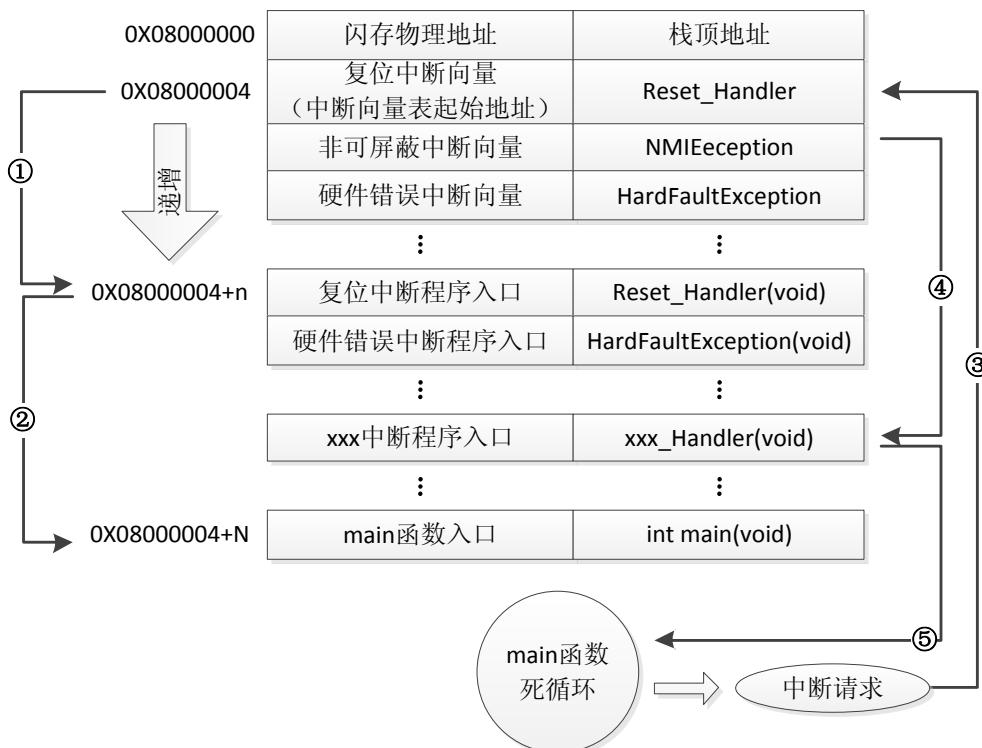
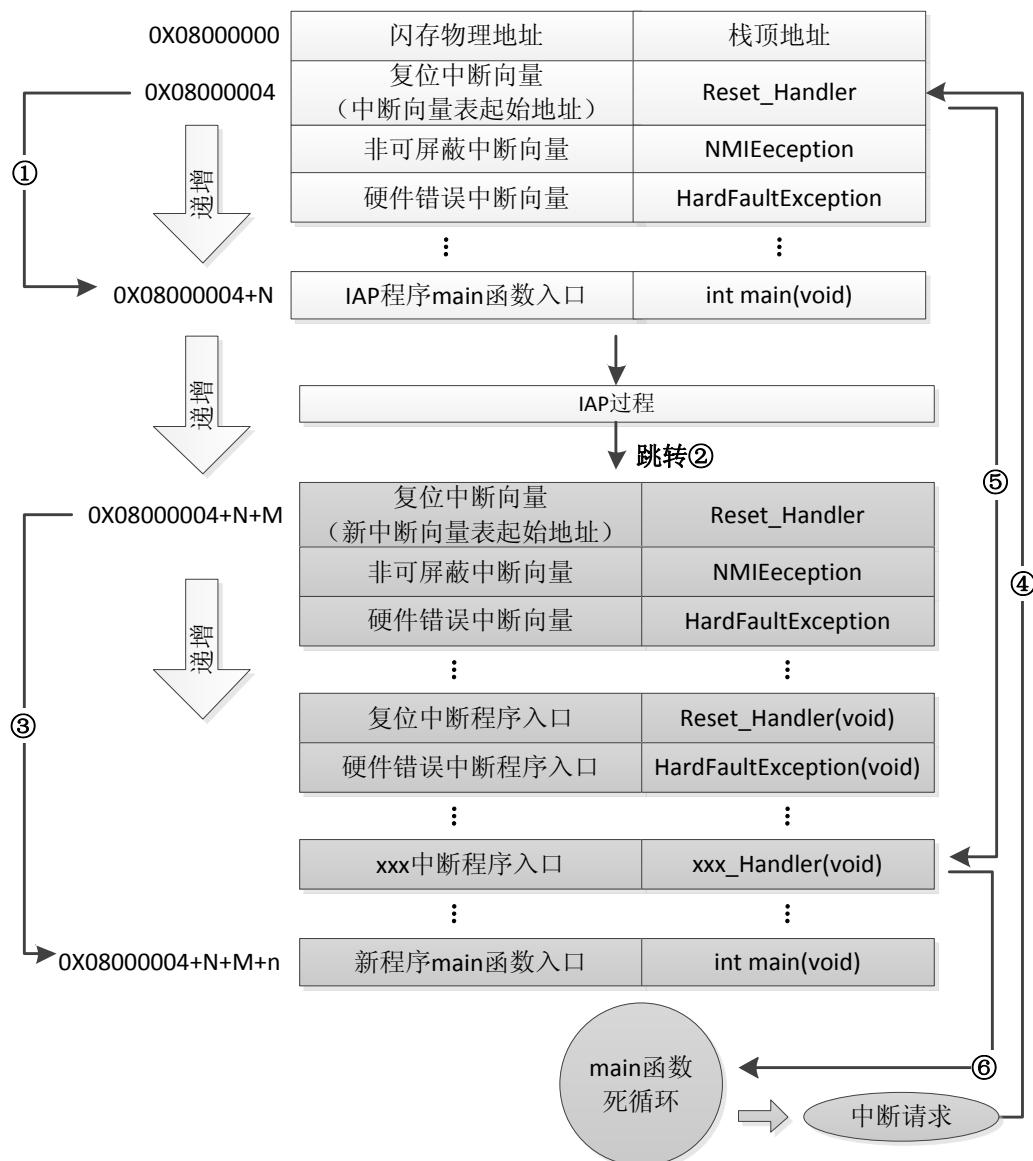

图 53.1.1 STM32 正常运行流程图
图 53.1.2 加入 IAP 之后程序运行流程图
我们先来看看 STM32 正常的程序运行流程，如图 53.1.1 所示：
在图 53.1.1 中，STM32 在复位后，先从 0X08000004 地址取出复位中断向量的地址，并跳转到复位中断服务程序，如图标号①所示；在复位中断服务程序执行完之后，会跳转到我们的 main 函数，如图标号②所示；而我们的 main 函数一般都是一个死循环，在 main 函数执行过程中，如果收到中断请求（发生重中断），此时 STM32 强制将 PC 指针指回中断向量表处，如图标号③所示；然后，根据中断源进入相应的中断服务程序，如图标号④所示；在执行完中断服务程序以后，程序再次返回 main 函数执行，如图标号⑤所示。
当加入 IAP 程序之后，程序运行流程如图 53.1.2 所示：
在图 53.1.2 所示流程中，STM32 复位后，还是从 0X08000004 地址取出复位中断向量的地址，并跳转到复位中断服务程序，在运行完复位中断服务程序之后跳转到 IAP 的 main 函数，如图标号①所示，此部分同图 53.1.1 一样；在执行完 IAP 以后（即将新的 APP 代码写入 STM32 的 FLASH，灰底部分）。新程序的复位中断向量起始地址为 0X08000004+N+M），跳转至新写入程序的复位向量表，取出新程序的复位中断向量的地址，并跳转执行新程序的复位中断服务程序，随后跳转至新程序的 main 函数，如图标号②和③所示，同样 main 函数为一个死循环，并且注意到此时 STM32 的 FLASH，在不同位置上，共有两个中断向量表。
本章，我们有 2 个 APP 程序，一个为 FLASH 的 APP，程序在 FLASH 中运行，另外一个位 SRAM 的 APP，程序运行在 SRAM 中，图 53.1.2 虽然是针对 FLASH APP 来说的，但是在 SRAM 里面运行的过程和 FLASH 基本一致，只是需要设置向量表的地址为 SRAM 的地址。